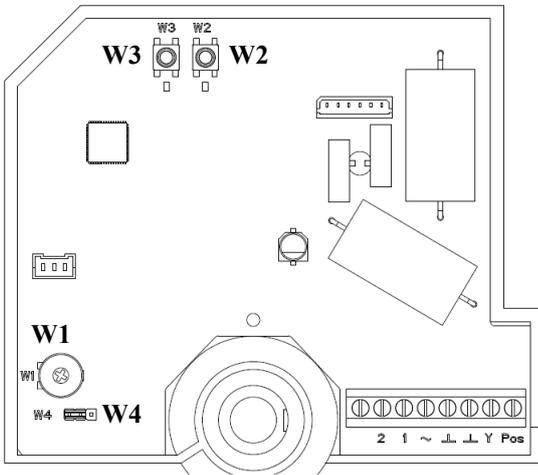

图1. 电路板布局
① 出厂设置。可以通过PCB上的按钮W3实现反向动作 (见图1)。
手动自适应：同时按住电路板上的按钮W2和W3约2秒以上(见图1)，直到两个指示灯开始闪烁，此时进入自适应模式。执行器将自动全关(运行到底部)然后全开(运行到顶部)。指示灯不再闪烁表示过程完成。此过程完成后，执行器会运行到触发之前的位置。
模拟输入信号Y可通过按钮W2进行选择(见图1)。当对应LED灯亮时,输入型号为0...10 Vdc(出厂设置);当对应LED灯暗时,输入型号为2...10 Vdc。
执行器也可接受4~20mA电流信号,此时需改变跳线W4到右边位置(见图1),且W2必须为2...10V状态(LED灯不亮)。
执行器的动作方向可通过位于PCB左侧按钮W3进行选择(见图1)。当对应LED灯亮时,输入信号0(2) Vdc对应执行器最顶端(出厂设置);当LED灯暗时,输入信号0(2) Vdc控制信号对应执行器最底端位置。